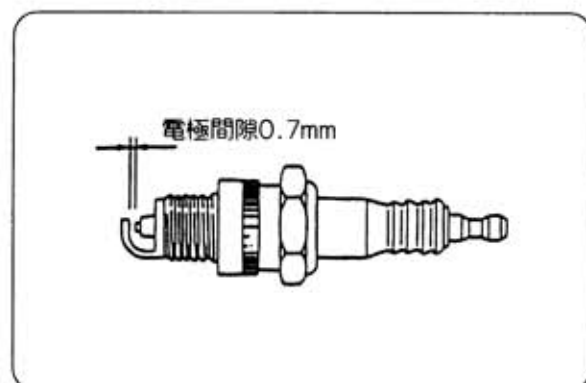

図36
- ① ボックススパナでプラグをはずしてカーボンを清掃します。（ボックススパナ21）
- ② 電極の隙間が0.7mmになるように調節してください。（図36）